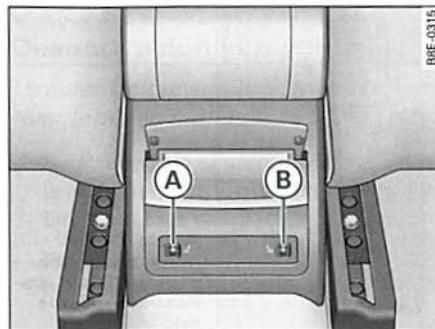

Fig. 136 Consola central trasera: Ruedecillas moleteadas para la calefacción del asiento
- Gire la ruedecilla moleteada A o bien B ⇒ fig. 136 para activar la calefacción\* de las plazas izquierda y derecha del asiento trasero y para regular el nivel de calefacción.